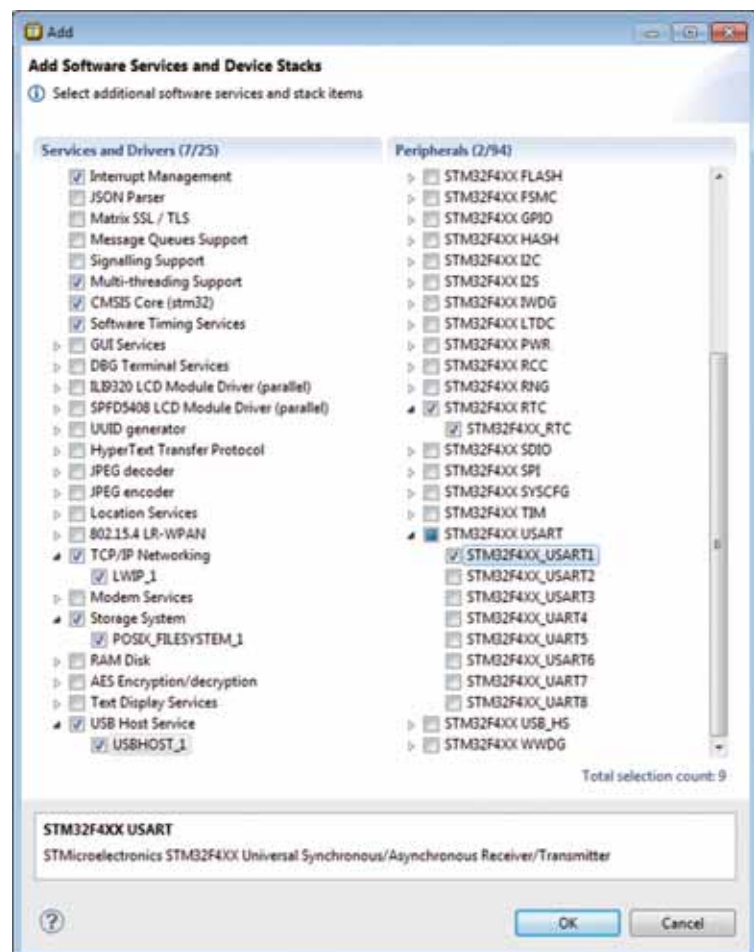

Fig. 3 – Aggiunta dei servizi software e degli stack dei dispositivi
**Fig. 3 – Per applicazioni automotive e aerospaziali i connettori NanoMQS sono forniti con sezione di 0,13 o 0,22 mm2 e offrono tolleranza termica fino a 170 °C e meccanica fino a 400g**